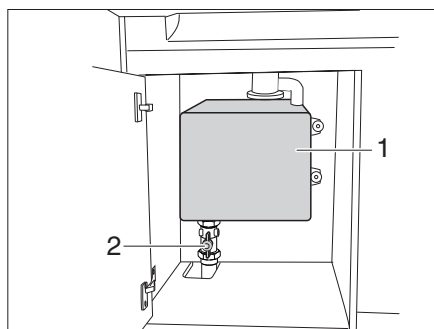

Fig. 147 Serbatoio interno delle acque grigie
- Aprire il rubinetto a sfera (Fig. 147,2) sotto il serbatoio delle acque grigie (Fig. 147,1). Le acque grigie vengono scaricate nel sistema di tubi delle acque grigie del caravan.